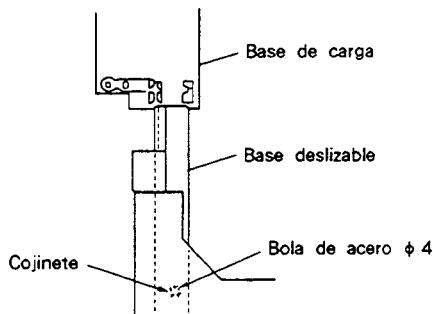
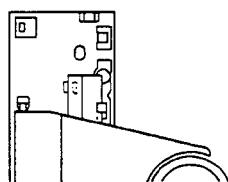

Fig. 9-9
Fig. 9-10
<p>Una vez finalizado el ajuste de reticula, vuelva a montar la bandeja del disco de acuerdo con el procedimiento siguiente.</p> <ol style="list-style-type: none"> 1. Extraiga el disco y el separador. 2. Levantando el sujetador de abrazadera (marcado con ③ en la Fig. 9-4) con la mano izquierda, sujeté la bandeja con la mano izquierda como se indica en ④ y desliza la base deslizable en los acopladores de resina rígida de la base de carga como se muestra en la Fig. 9-9 para reinsertar la bandeja del disco. <p>En este momento, asegúrese de sujetar la bola de acero en su lugar con el dedo índice de la mano izquierda. Además, tenga cuidado para no dañar el panel frontal con la base deslizable y el cojinete de bolas de acero (de la base deslizable).</p> <ol style="list-style-type: none"> 3. Inserte la base deslizable de forma que encaje en los dos acopladores de resina rígida de la parte posterior de la base de carga (consulte la Fig. 9-10). 4. Inserte completamente la bandeja del disco.